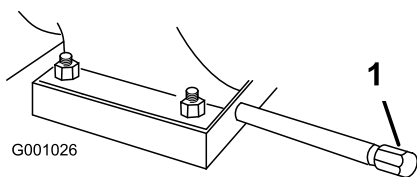

Figure 40
- Nettoyez la surface autour du bouchon de vidange d'huile (Figure 40).